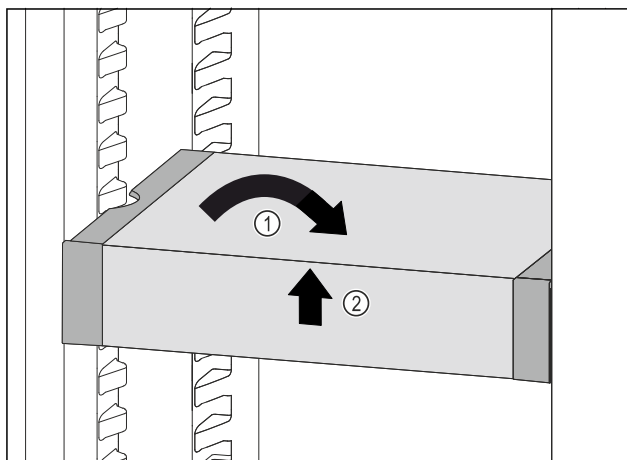

Fig. 124
- ▶ Изправете VarioSafe. Fig. 124 (1)
- ▶ Повдигнете VarioSafe отпред. Fig. 124 (2)